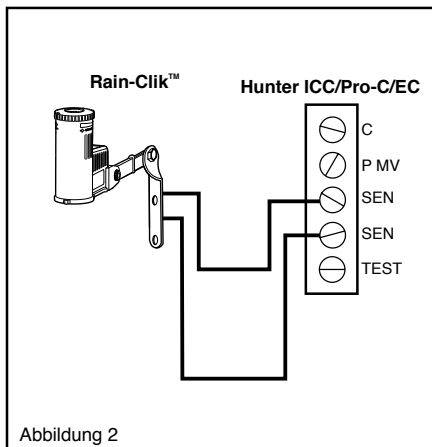

Abbildung 2
- Schließen Sie ein Kabel an den mit „SEN“ ausgezeichneten Anschluss und das andere an den anderen „SEN“-Anschluss an (s. Abb. 2)..